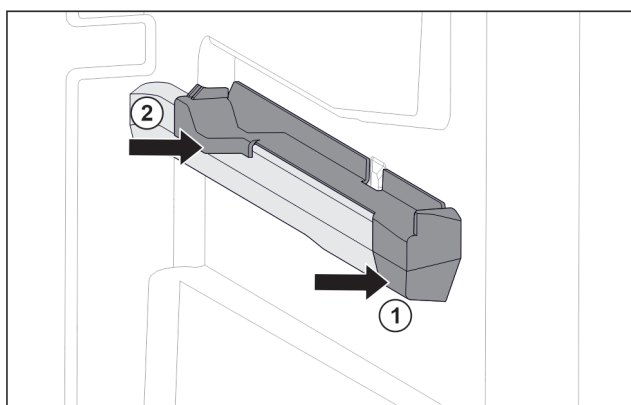

Fig. 109 Вставная часть на правом контейнерном ребре
- Наденьте вставную часть спереди на контейнерное ребро. Fig. 109 (1)
- Нажмите на вставную часть сзади. Fig. 109 (2)